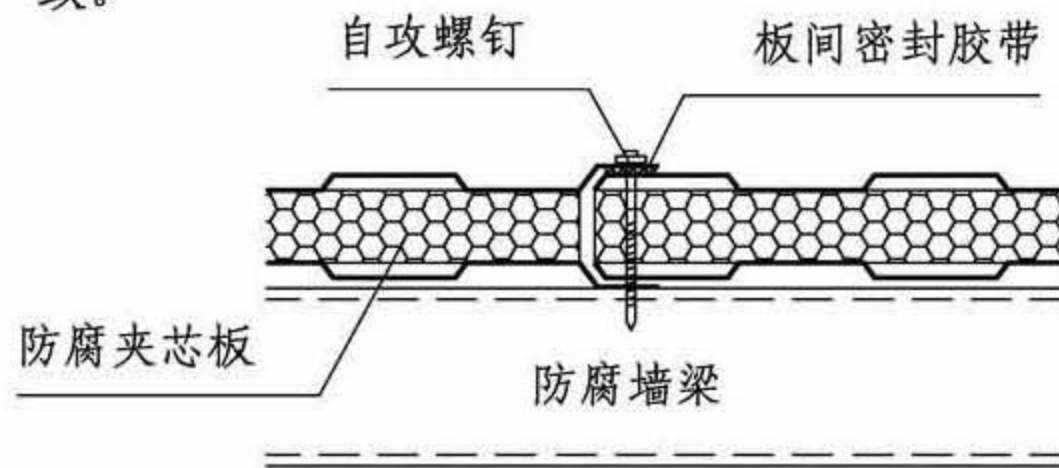

图8 防腐夹芯板墙面横向插接示意图
7.2.3 防腐夹芯板墙面的连接（图8）：防腐夹芯板墙面的连接方式为插接，墙板应尽量采用横向插接，避免纵向连接。连接方向宜与主导风向一致。